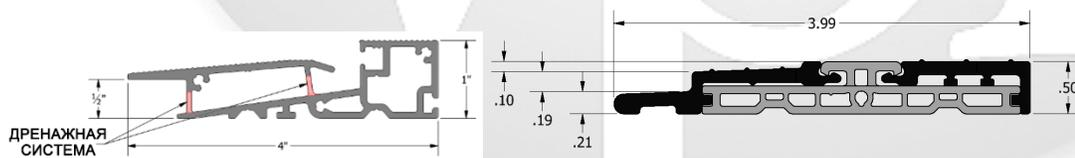

Рисунок 2. Пороговый косяк HP (слева) и LP (справа)
- D) Пороговые косяки дверей должны быть надежно укреплены по всей несущей поверхности, начиная от внутренней кромки рамы. Несущая поверхность определяется как полный промежуток между внутренним краем рамы и внешним краем рамы для порогового косяка LP, и промежуток как минимум от отметки 2 ¼" (57,15 мм) внутреннего края рамы до внешнего края рамы для порогового косяка HP. (См. рисунок 2)